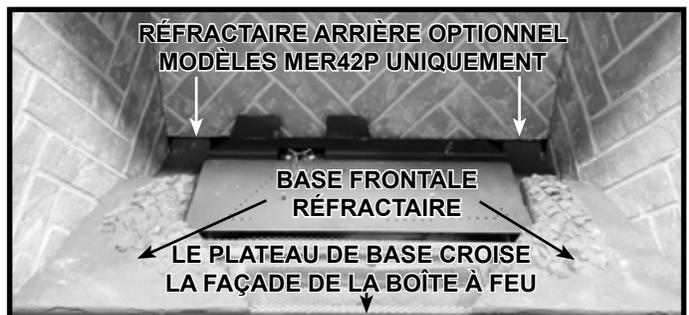
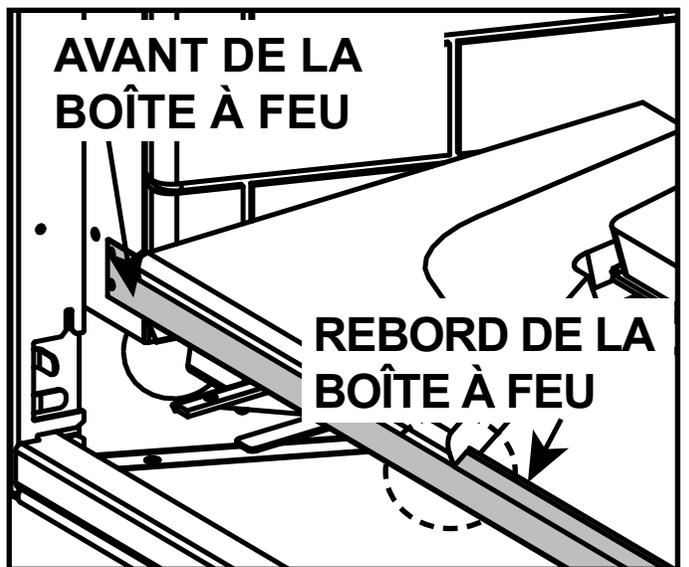

Figure 11.8 Modèles MER42P uniquement : Pièces réfractaires de base installées
Figure 11.9 Réfractaire de base avant installé
8. Avant de placer le réfractaire de base, assurez-vous que le plateau de base est centré de gauche à droite et qu'il est positionné suffisamment vers l'avant pour entrer en contact avec l'avant de la boîte à feu, comme illustré à la figure 11.8. Placez les deux pièces réfractaires de la base avant comme indiqué à la figure 11.8. Assurez-vous que le profil du réfractaire s'ajuste au rebord de la boîte à feu, comme illustré à la figure 11.9.